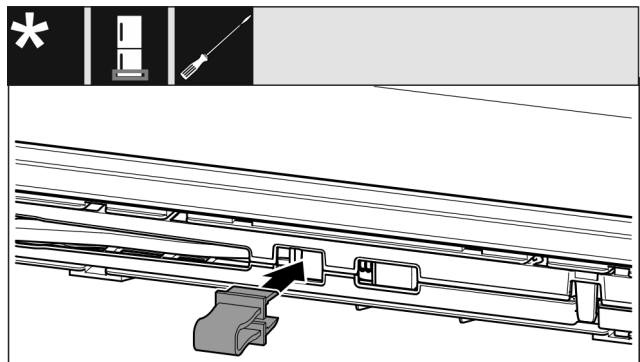

Fig. 18
- ▶ Innestare il fusibile nell'apertura. (vedere Fig. 18)